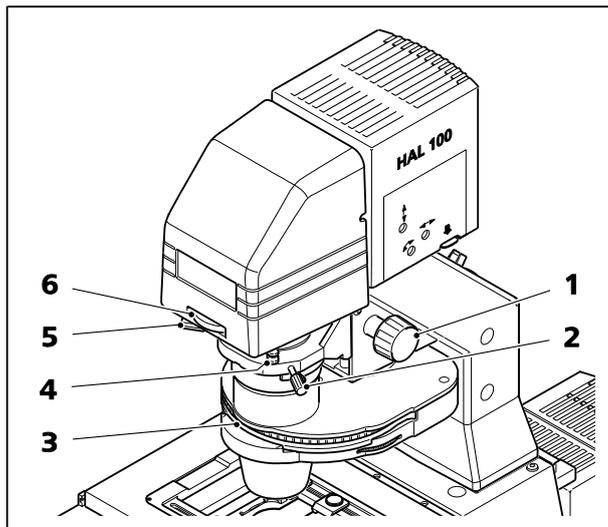
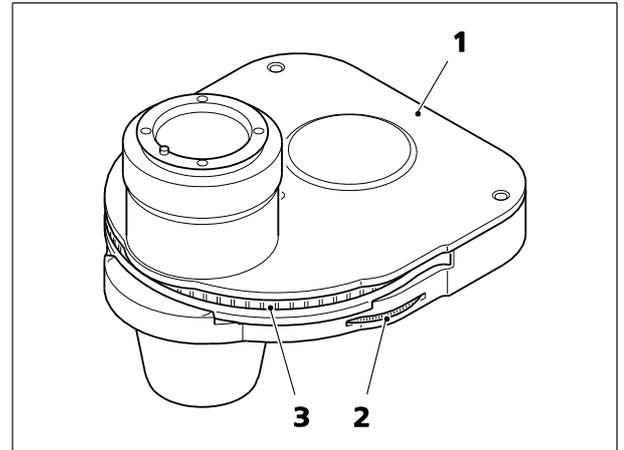
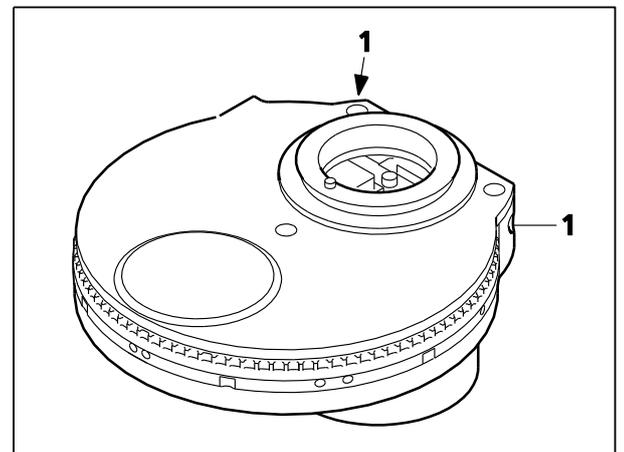

Fig. 64 Commandes de fonctionnement et contrôles des fonctions sur l'unité en lumière transmise
Fig. 65 Condenseur LD 0,55 H, Ph1, ph2, ph3, DIC ; à 6 positions
Fig. 66 Condenseur LD 0,35, à 6 positions, H, PH0, Ph1, Ph2, H, Ph0, Ph1, Ph2, DIC, DIC
Bouton de réglage vertical du condenseur (Fig. 64/1)
Vis de centrage (Fig. 64/2 ou 5) du condenseur (Fig. 64/3)
Changeur de filtre à 3 positions, polariseur D avec changeur de filtre à 2-positions ou polariseur D, rotatif, avec support en verre coloré (Fig. 64/4)
Molette pour diaphragme en champ lumineux pour lumière transmise (Fig. 64/6)
Condenseurs manuels (Fig. 64/3), (Fig. 65 et (Fig. 66)
Selon la version, les condenseurs (Fig. 65/1) sont équipés des éléments suivants :
- Le diaphragme d'ouverture (diaphragme iris) est ouvert et fermé à l'aide de la molette (Fig. 65/2)
- Faire tourner la molette de la tourelle (Fig. 65/3) pour faire pivoter l'insert champ clair ou les butées de contraste dans le chemin optique